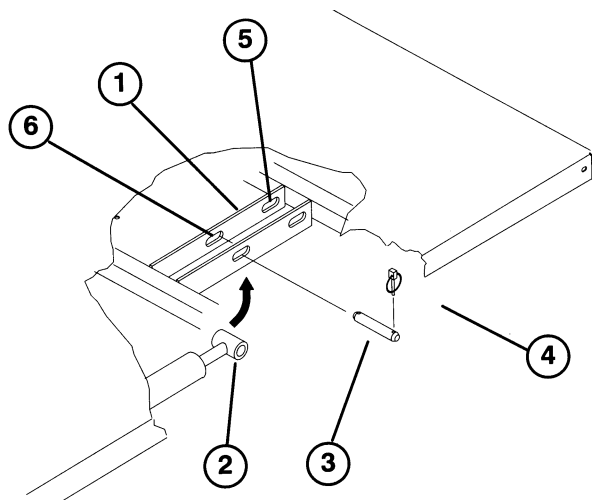

Fig. 1
2. Togliere gli acciarini dai lati esterni dei perni con testa dell'asta del cilindro (Fig. 1).
3. Quando il pianale è abbassato, fissare ciascuna estremità dell'asta del cilindro nelle asole idonee delle piastre di montaggio del pianale, usando il perno con testa e l'acciarino. Inserire il perno con testa dall'esterno del pianale e l'acciarino verso l'esterno (Fig. 1). Le asole posteriori sono previste per il montaggio del pianale completo, e quelle anteriori per il pianale con 2/3 della superficie.